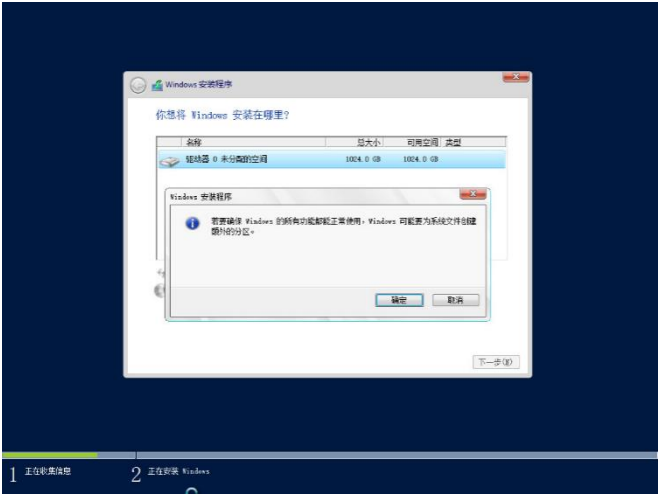

图 6-29
- k. 单击应用确定分区后，系统会弹出提示对话框，系统会为系统文件创建额外的分区。如图 6-29 所示。